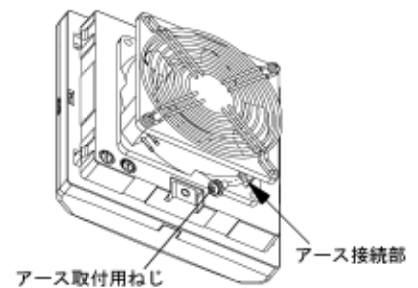

図9
- ・付属のアース取付用ねじ (M4×8) で換気扇にアース接続を行ってください。(図9)